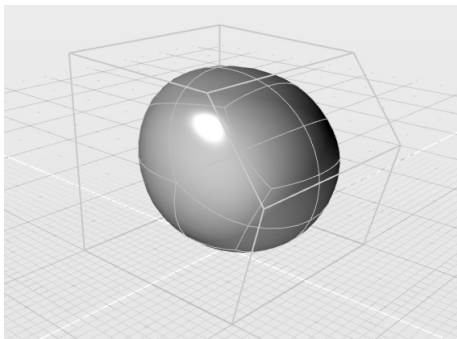

图 6-15 重新转化多边形为曲面
6) 此时勾选“Nurbify”复选框, 可观察多边形转化为曲面后的结果, 如图 6-15 所示。